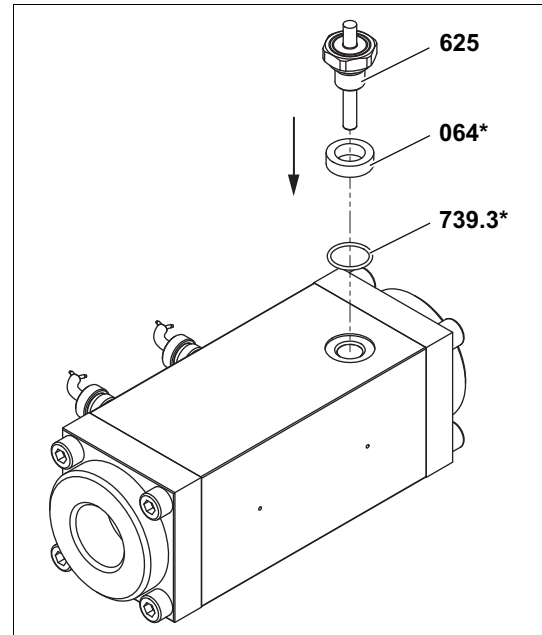

Abb. 2 EET in OME 13 – 32 montieren
4. Falls Stützscheibe und O-Ring zuvor aus OME entfernt wurden: Stützscheibe **064*** mit eingelegtem O-Ring **739.3*** vor Einbau des Sensors in die Sensorbohrung legen, siehe Abb. 2, Seite 12.